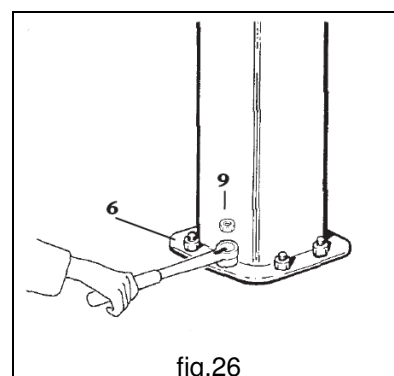

fig.26
5. Avvitare stabilmente i dadi **6** per mezzo di chiave dinamometrica, applicando le coppie di serraggio (vedi tabella a pag. 12) previste in relazione al diametro dei tirafondi, assicurare successivamente i dadi contro lo svitamento con i relativi dadi di sicurezza **9**. (fig.26).